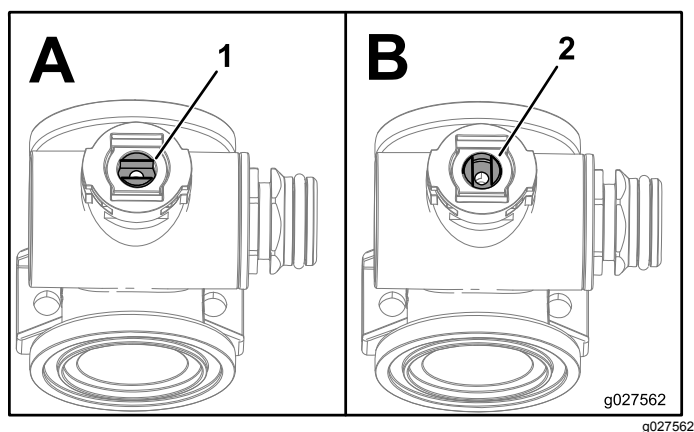

Bild 71
1. Drehen Sie den Ventilschaft so, dass er in der geschlossenen Stellung ist (B in Bild 71).
3. Drehen Sie den Ventilschaft so, dass die Kugel in der geöffneten Stellung ist (A in Bild 71).
7. Drehen Sie den Ventilschaft so, dass das Ventil geschlossen ist (B in Bild 71).